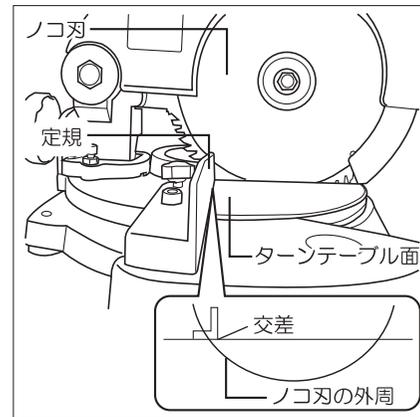

図27
- ノコ刃の外周が、定規とターンテーブルの上面の交差する位置より下がった位置にしてください。(図27参照)